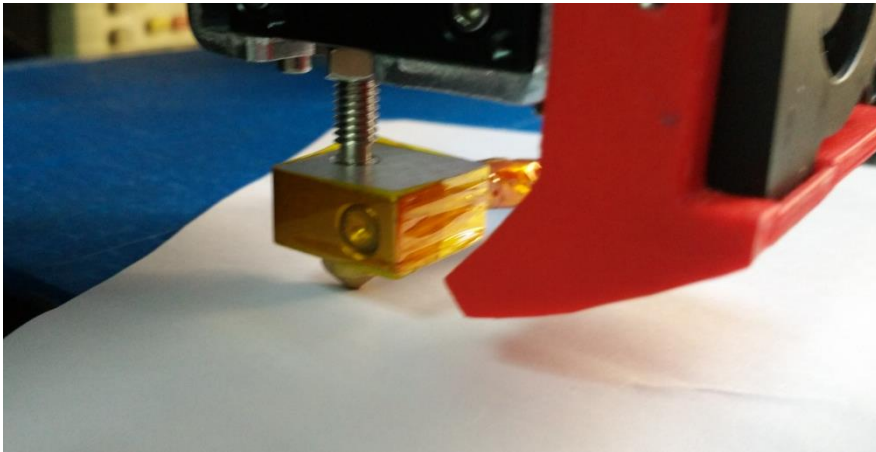

Fig1: Revisar altura entre la Boquilla de Extrusión y la cama (Heatbed)
3. Para mejorar la conveniencia durante el ajuste de la nivelación entre la boquilla y la cama (Heatbed), Por favor usar una hoja de papel y mover entre ellas de manera sutil (**Fig 1**).